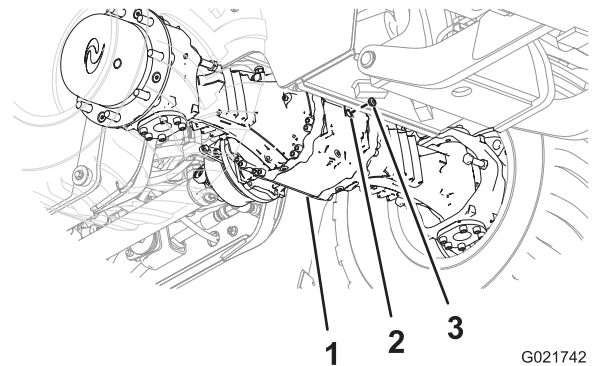
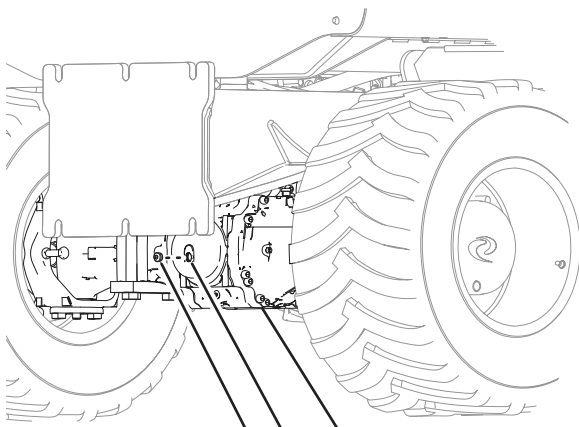

Figura 67
Figura 68
3. Mire a través de la mirilla, y compruebe que el nivel de aceite del eje llega a la parte inferior de la rosca del orificio (Figura 67 y Figura 68).
6. Instale el tapón en la mirilla del alojamiento del piñón del eje (Figura 67 y Figura 68)